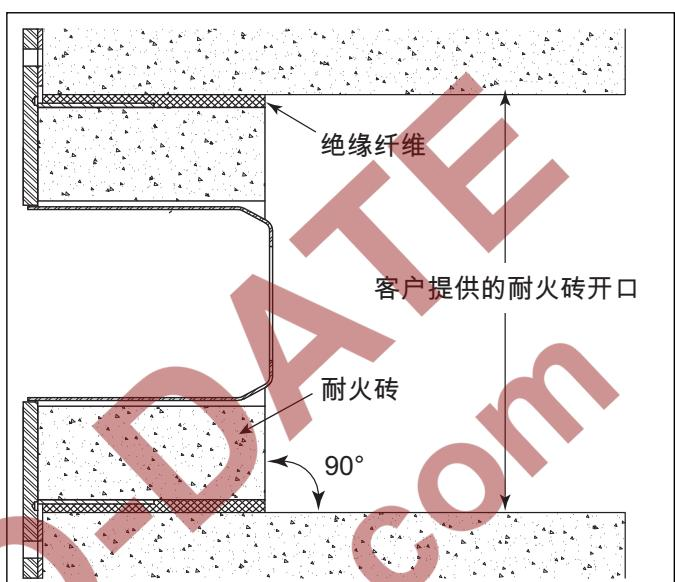

图 3.5. 耐火砖
- 燃烧室尺寸应根据 Winnox 数据表系列 111 确定。参见图 3.5。